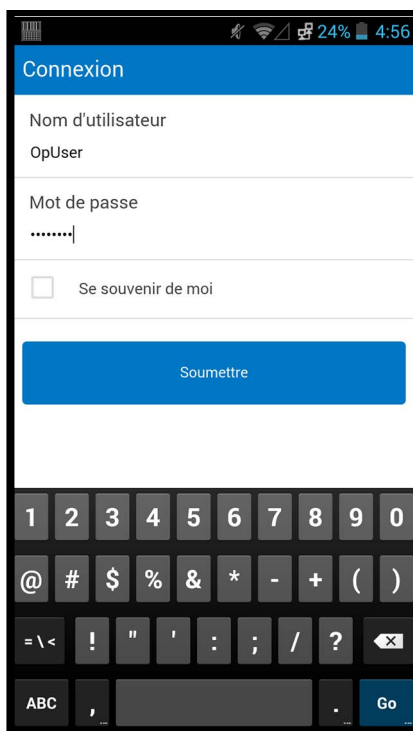
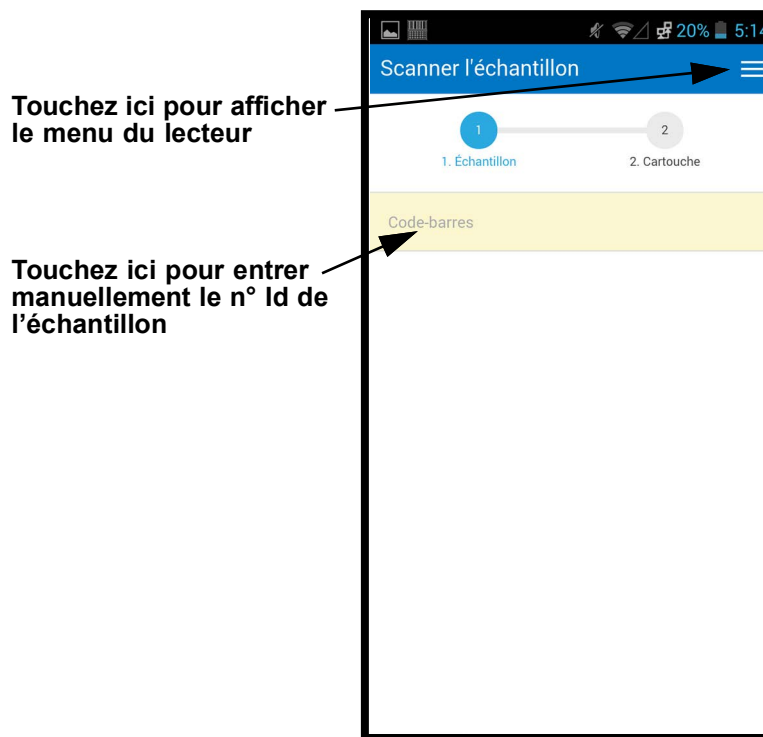
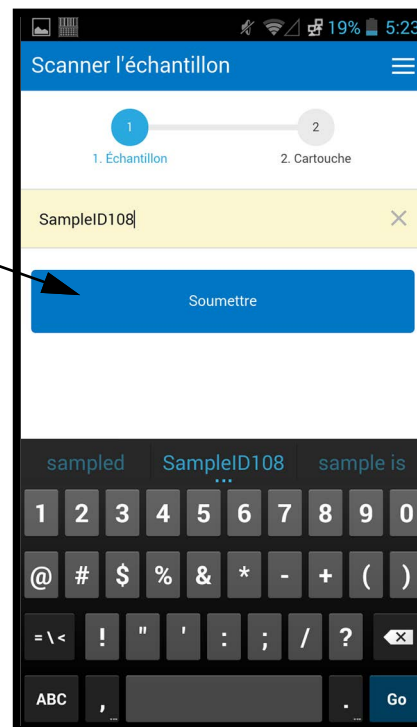
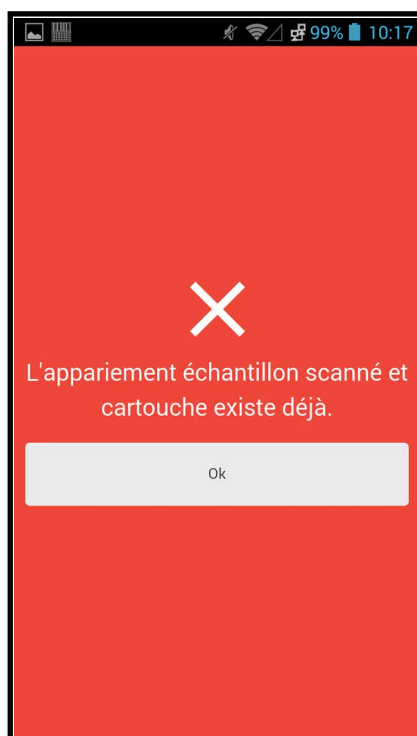

Figure 5-101. Écran de connexion du lecteur Cepheid Link
Figure 5-102. Écran Cepheid Link de lecture d'échantillon
Figure 5-105. Saisie du code-barres du n° Id de l'échantillon
Figure 5-108. Écran Cepheid Link d'erreur de lecture de cartouche
3. Connectez-vous au lecteur Cepheid Link à l'aide du nom d'utilisateur et du mot de passe qui vous ont été attribués (voir la Figure 5-101). L'écran Lire l'échantillon s'affiche. Voir la Figure 5-102.
- 1) Touchez la zone du **code-barres** de l'écran (voir la Figure 5-102). Un clavier s'affiche (voir la Figure 5-105) pour entrer le n° Id de l'échantillon manuellement.
- En cas d'échec d'association entre la cartouche et l'échantillon, l'écran d'erreur (X sur fond rouge) s'affiche avec le message d'erreur (voir la Figure 5-108 pour un exemple). Touchez le bouton **Ok** pour revenir à l'écran Lire la cartouche. Le lecteur revient à l'écran Lire l'échantillon (voir la Figure 5-102).
- Le lecteur affiche l'écran Confirmation (voir la Figure 5-110), en l'absence de besoin d'aliquotes et si Confirmation est activée, ou revient à l'écran Lire l'échantillon (voir la Figure 5-102).
- Touchez **Recommencer** pour ne pas lire l'aliquote et revenir à l'écran de lecture d'échantillon. Voir la Figure 5-102. Un écran de confirmation s'affiche après avoir touché le bouton **Recommencer**.
- Si le test est configuré pour des aliquotes, mais l'échantillon n'a pas été divisé en aliquotes, touchez **Sauter** pour sauter la lecture d'une aliquote. Le lecteur affiche l'écran Confirmation (voir la Figure 5-110), en l'absence de besoin d'aliquotes et si la Confirmation est activée ou revient à l'écran Lire l'échantillon (voir la Figure 5-102).
- Touchez **Recommencer** pour ne pas lire l'aliquote et revenir à l'écran Lire l'échantillon (voir la Figure 5-102). Un écran de confirmation s'affiche après avoir touché le bouton **Recommencer**.
7. **(Facultatif)** Le lecteur affiche l'écran Confirmation (voir la Figure 5-110), s'il est activé, ou revient à l'écran Lire l'échantillon (voir la Figure 5-102).
8. Si l'écran Confirmation s'affiche, touchez **Recommencer** pour passer à l'écran Lire l'échantillon. Voir la Figure 5-102.
10. Une fois tous les échantillons et cartouches lus, déconnectez-vous Cepheid Link. Accédez au menu du lecteur en touchant l'icône Menu dans le menu déroulant (voir la Figure 5-102). Le menu de lecture s'affiche. Voir la Figure 5-111.
12. Dans la boîte de dialogue de déconnexion, touchez OK pour fermer la connexion du lecteur (voir la Figure 5-112). L'écran de connexion du lecteur s'affiche. Voir la Figure 5-101.